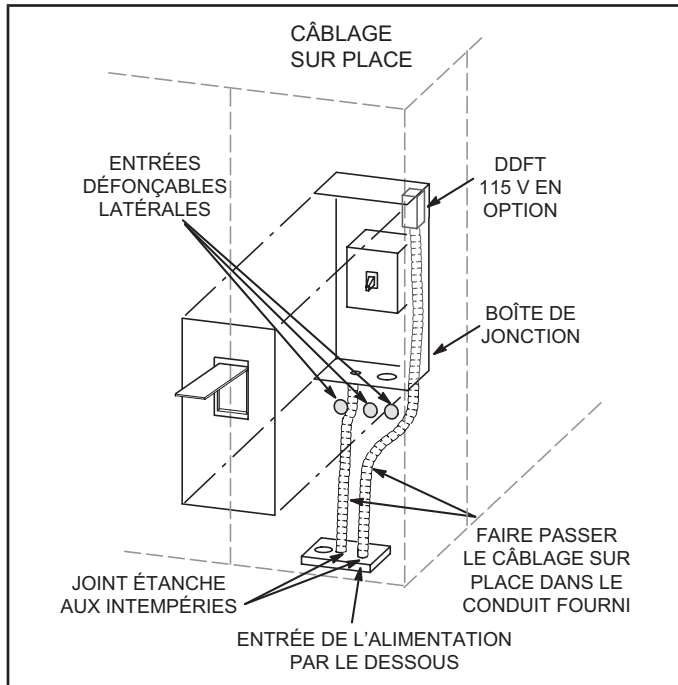

FIGURE 12
- 3 - Acheminer le câblage sur place dans le conduit fourni sur place, comme illustré à la FIGURE 12.